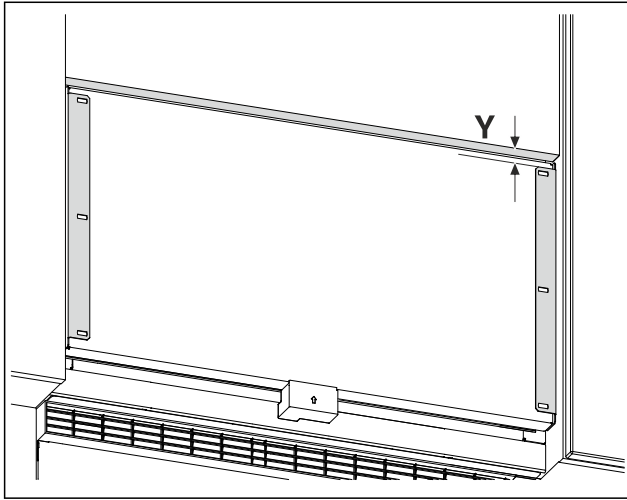

Fig. 24 Примерное изображение
- Измерьте расстояние Fig. 24 (Y) от нижнего края мебельной двери до крепежного уголка.